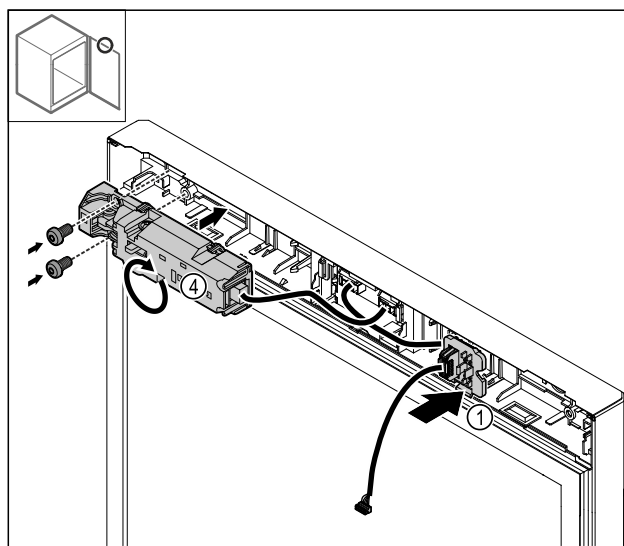

Fig. 28
- ▶ Sett pluggholderen Fig. 28 (1) i lås på motsatt side.
- ▶ Vri den elektriske låsen Fig. 28 (4) 180° og fest den på motsatt side.